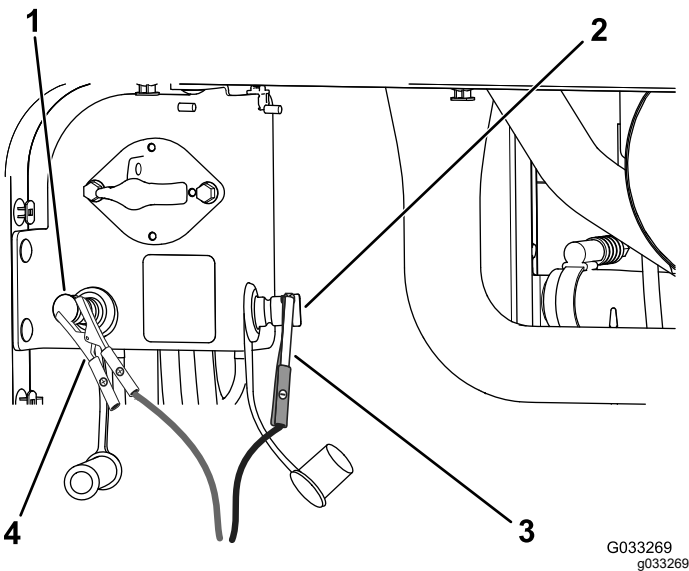

Figure 110
- Connectez le câble positif du chargeur de batterie à la borne positive de la batterie déchargée (Figure 110).
- Branchez le câble négatif du chargeur de batterie à la borne négative de la batterie déchargée (Figure 110).
- Quand les batteries sont chargées au maximum, débranchez le chargeur de la source électrique, puis débranchez les fils du chargeur des bornes de la batterie déchargée (Figure 110).